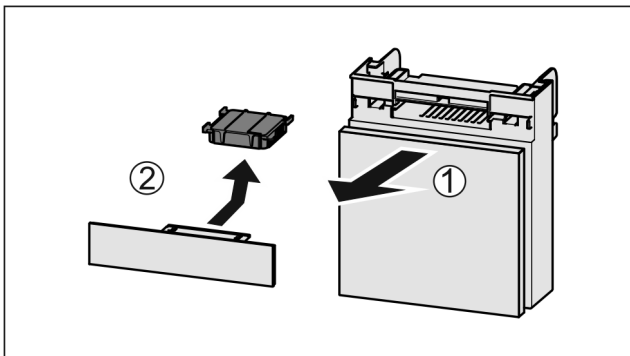

Fig. 186
- Fach nach vorne herausziehen Fig. 186 (1).
- Aktivkohlefilter entnehmen Fig. 186 (2).